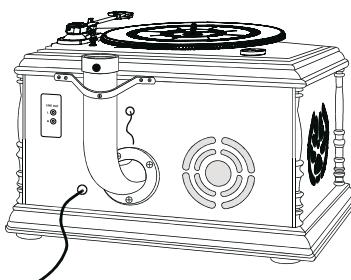

rys. 6.
- Zobacz **rys. 6.** Przedstawienie obudowy urządzenia RTCC411RIP